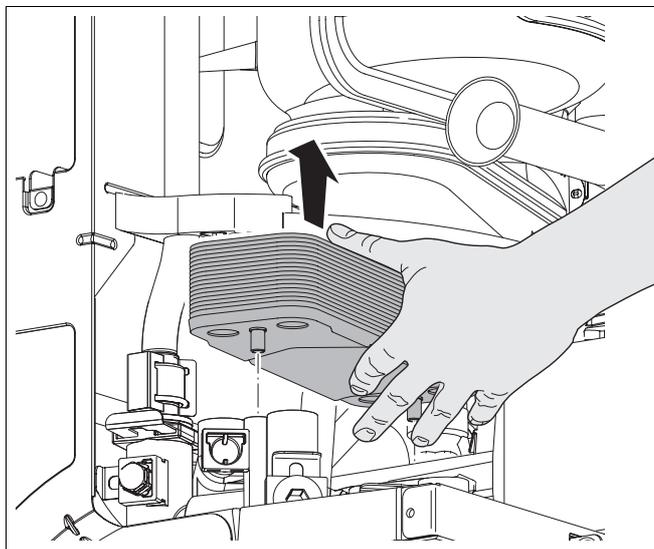

Fig. 54 Sostituire lo scambiatore di calore a piastra
- Sostituire lo scambiatore di calore a piastra (fig. 54).